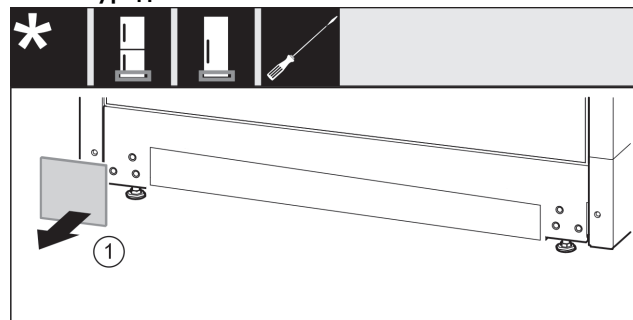

Fig. 12
- ▶ Свалете капака. Fig. 12 (1)